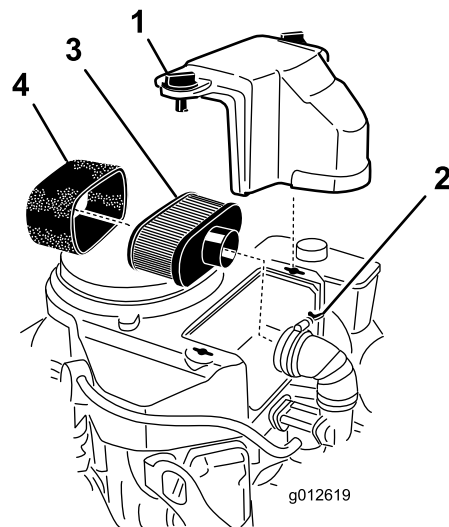

Bild 32
3. Reinigen Sie den Bereich um den Luftfilter herum, um zu verhindern, dass Schmutz in den Motor fällt und Schäden verursacht (Bild 32).
4. Schrauben Sie die Handräder los und entfernen Sie die Luftfilterabdeckung (Bild 32).
5. Schrauben Sie die Schlauchklemme los und entfernen Sie die Luftfilterabdeckung (Bild 32).
6. Ziehen Sie den Schaumeinsatz vorsichtig vom Papiereinsatz (Bild 32).
1. Reinigen Sie den Papiereinsatz durch leichtes Klopfen, um Staub herauszurütteln. Wechseln Sie das Papierelement aus, wenn es sehr schmutzig ist (Bild 32).
Reinigen Sie nicht den Papierfilter. Tauschen Sie ihn nach jeweils 200 Betriebsstunden aus (Bild 32). Untersuchen Sie den Einsatz auf Risse, einen öligen Film und Schäden an der Gummidichtung und wechseln Sie ihn ggf. aus.
1. Schieben Sie den Schaumeinsatz vorsichtig auf den Papierluftfiltereinsatz (Bild 32).
2. Schieben Sie den Luftfilter auf das Luftfilterunterteil oder den Schlauch und befestigen ihn (Bild 32).
3. Setzen Sie die Abdeckung des Luftfilters auf und ziehen Sie die Abdeckhandräder fest (Bild 32).